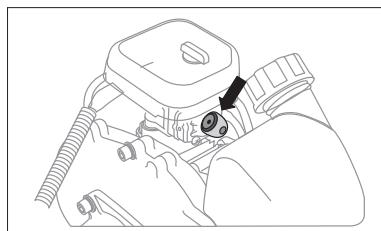

fig. 8
3. Apăsați de cinci-șapte ori pe căpăcelul transparent pentru pomparea manuală a combustibilului (starter), situat între filtru de aer și rezervorul de combustibil, pentru a umple carburatorul cu amestec de combustibil (fig. 8). În acest timp prin căpăcelul transparent al butonului trebuie să se vadă amestecul de combustibil pompă. Dacă căpăcelul nu s-a umplut cu amestec de combustibil, mai apăsați pe starter de câteva ori.